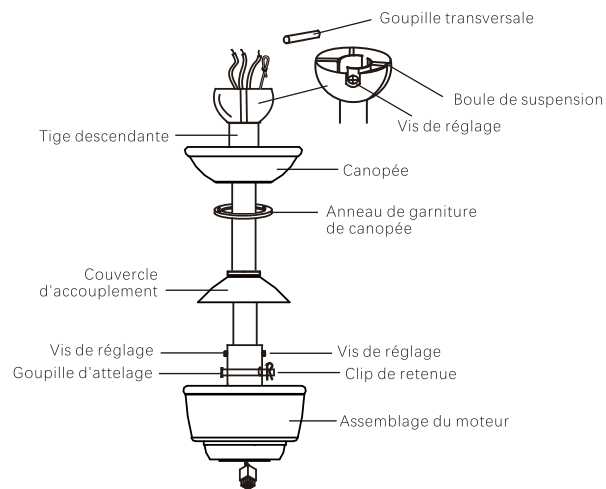

Fig.9
Étape 8 . Glissez le couvercle de l'accouplement l'anneau de garniture de canopée et la canopée sur latige de descendante. (Fig.9)
Enfiler la boule de suspension sur la tige de descendante, insérer la goupille transversale dans la tige de descendante, et serrer. Serrer ensuite la vis de réglage. (Fig.9)